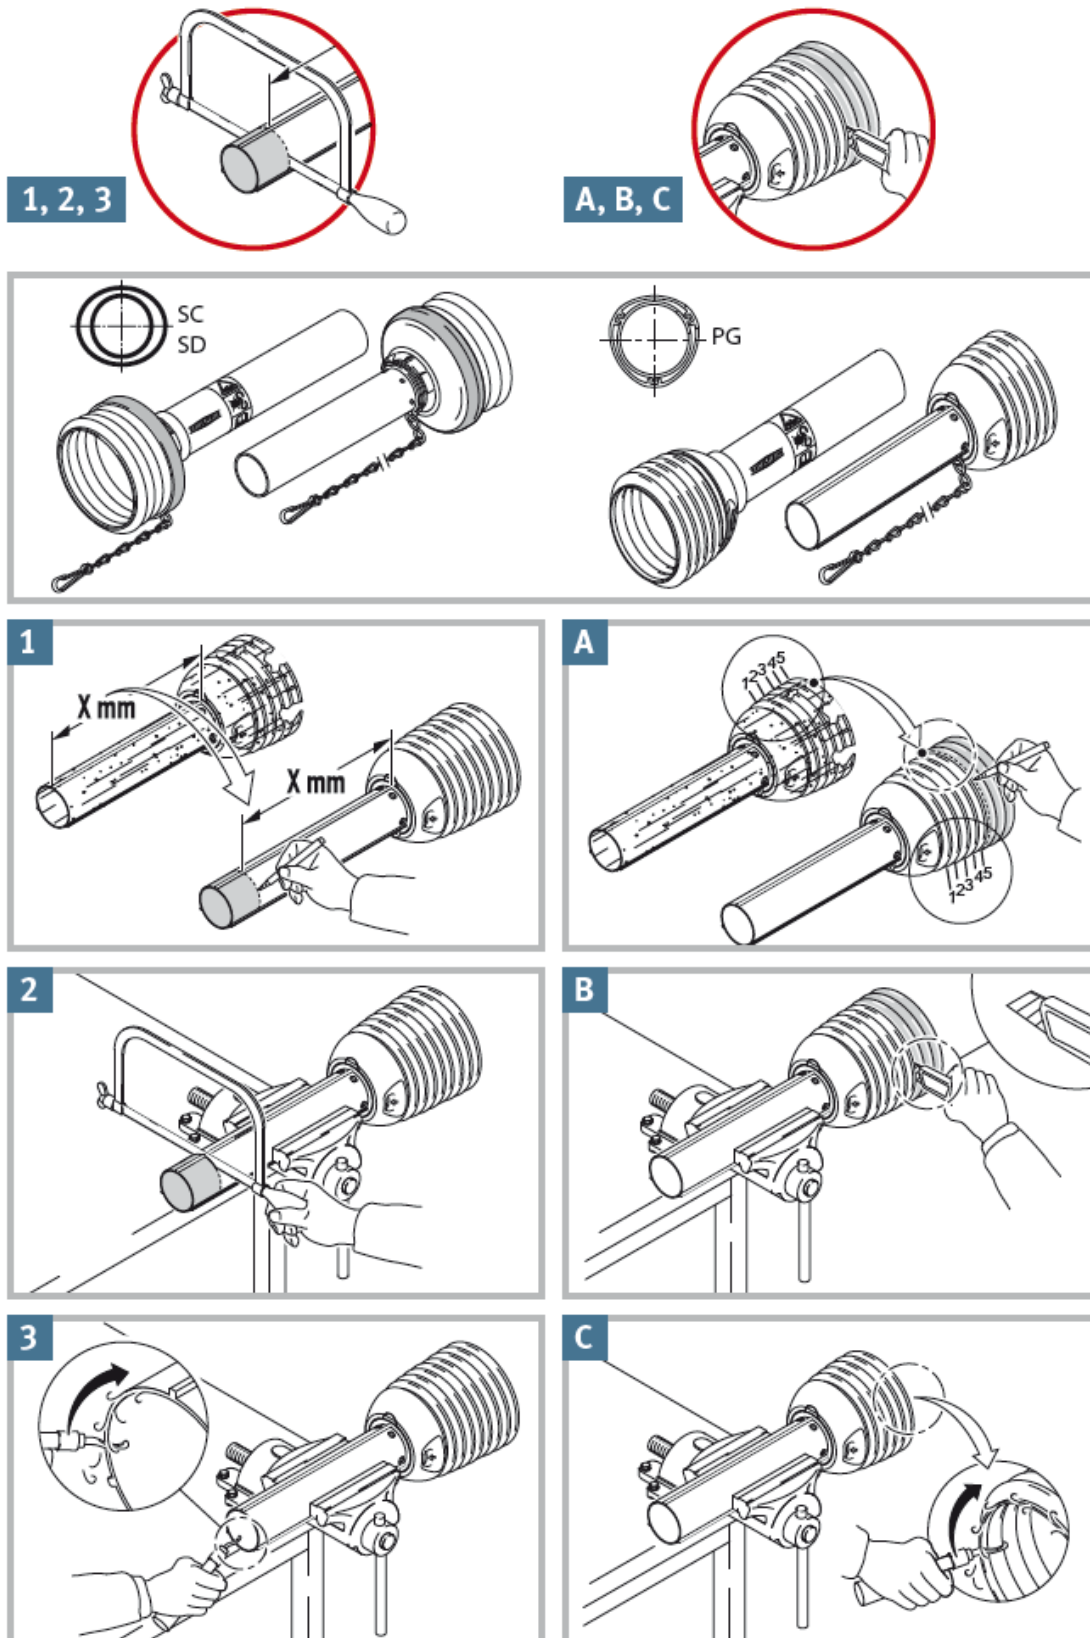

Bild 117: Gelenkwellschutz kürzen
- Führen Sie die nachfolgenden Schritte (Bild 117) aus.